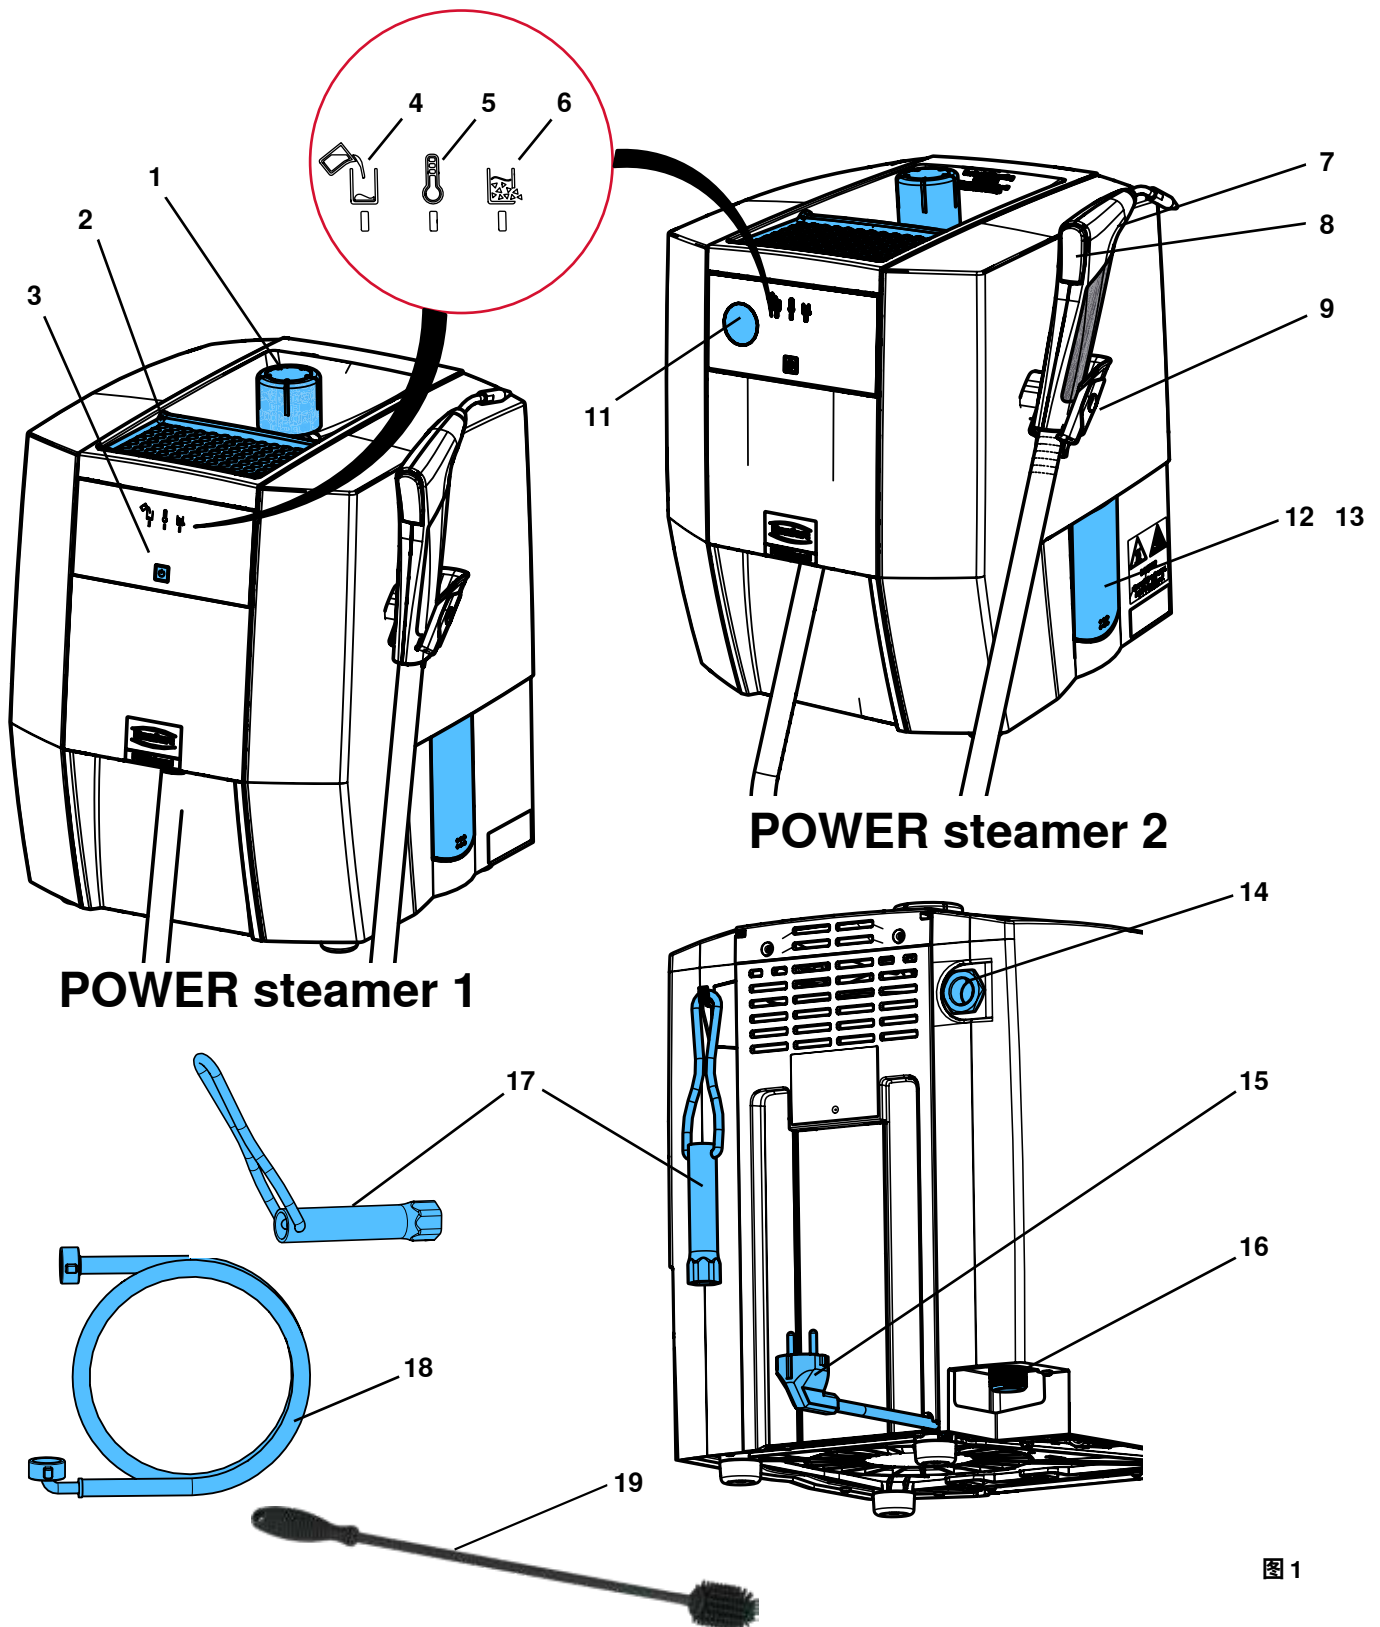

图 1
- ▶ 放置好机器，让蒸汽可以没有风险地从超压阀的出口排出。（14，图1）。
石膏模型或包埋材模型可以放在模型托盘上晾干（图 1， 2）。
⇒ 拧入罐盖（图1， 1）。
放置好机器，让蒸汽可以没有风险地从超压阀（图1， 14）的出口排出。例如，不要将机器放在电源插座前面；
不能关闭或堵塞超压阀的出口（图1， 14）。
有加压蒸汽造成的危险！在打开维修盖之前，请确保压力罐没再加压。为此，请打开罐盖（图1，1）并卸下。
⇒ 放置好机器，使水可以从维修口（图1，12/13）流入水槽。